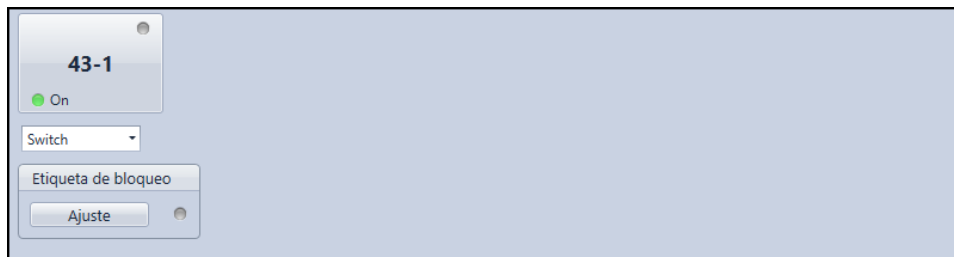

Figura 44-1. Pantalla de Interruptor virtual de control
1. Utilice el Explorador de mediciones para abrir la rama de árbol de Control, Interruptores virtuales (Figura 44-1).
2. Si el Modo de interruptor/pulso está seleccionado en la pantalla de ajustes Interruptor virtual de control (43), en BESTCOMSP^{Plus}, utilice la casilla desplegable para seleccionar Interruptor o Pulso.
El etiquetado de los interruptores virtuales de control se puede realizar a través de la pantalla táctil, a través de BESTCOMSP^{Plus}, y varios protocolos de comunicación como Modbus® y DNP. Utilice el Explorador de mediciones en BESTCOMSP^{Plus} para abrir la rama de árbol de Control, Interruptores virtuales y hacer clic en el botón Establecer. Si el etiquetado se realiza con éxito, el indicador a la derecha del botón Establecer se encenderá en color verde. Un interruptor etiquetado queda señalado por un indicador ámbar en la esquina superior derecha del botón del elemento. Haga clic en el botón Restablecer para eliminar una etiqueta. Consulte la Figura 44-1.